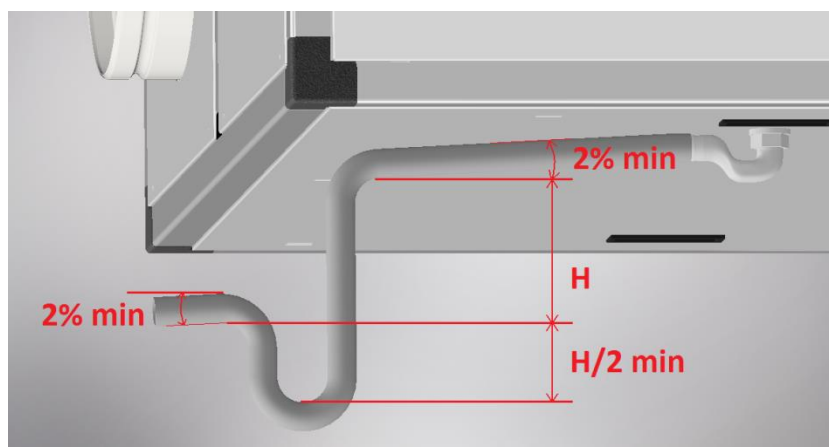

Figura 1 - Altezza del sifone di scarico condensa ($H + H/2 + \varnothing_{\text{tubo}}$)
- Installare un adeguato sifone di scarico condensa il più vicino possibile all'unità: per evitare il risucchio d'aria e quindi il corretto scarico della condensa, è necessario installare/realizzare un sifone con altezza minima come indicato in Figura 1; l'altezza (H) minima, calcolata tenendo conto delle condizioni di lavoro standard dell'unità, è di 30 mm, mentre l'altezza (H) ottimale, calcolata considerando la prevalenza totale del ventilatore (quindi permette un corretto scarico condensa in qualsiasi condizione), è di 70 mm.